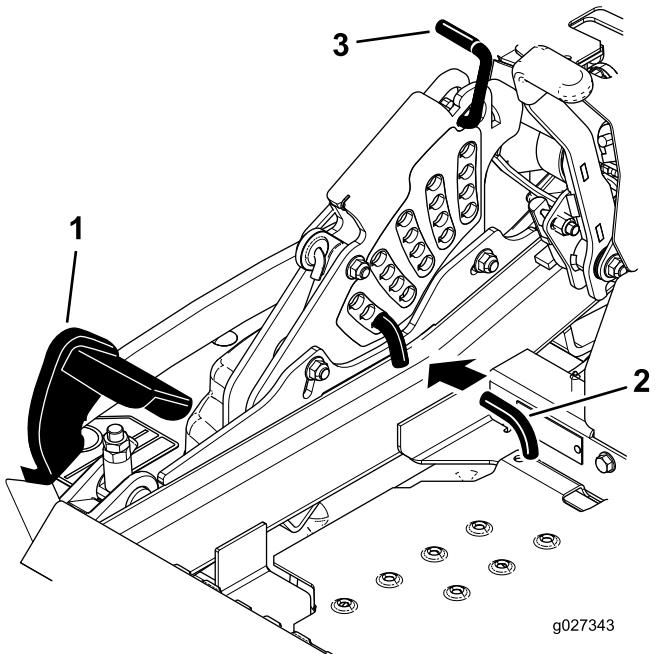

Figure 102
4. Enfoncez la pédale de levage du tablier de coupe au maximum pour verrouiller le tablier à la position transport de 140 mm (5½ po) (Figure 102).